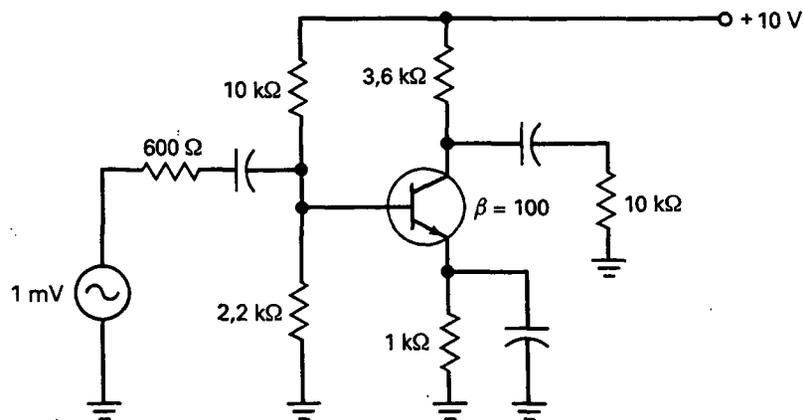

Figura 10-14
- 10-4. La tensión de la fuente de alimentación en el circuito de la Figura 10-14 se duplica. ¿Cuánto vale la tensión alterna de salida?
- 10-5. Si la resistencia del generador en el circuito de la Figura 10-14 se duplica, ¿cuánto vale la tensión alterna de salida?
- 10-6. Si la resistencia del generador en el circuito de la Figura 10-14 se duplica, ¿cuánto vale la tensión alterna de salida?
- 10-19.** Si todas las resistencias se duplican en el circuito de la Figura 10-14, ¿qué valor toma la tensión de salida?